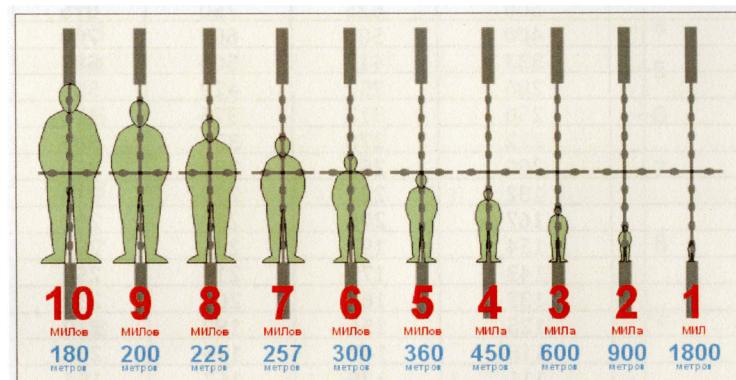

Рисунок 36 – Определение расстояния до цели по сетке «Mil-Dot»
2) Поместите перекрестье изделия так, чтобы одна сторона цели по высоте оказалась на риске «Mil-Dot» (см. рис. 36).